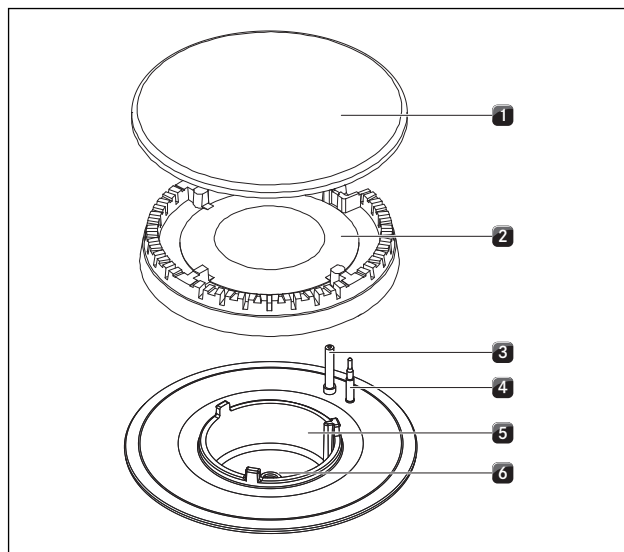

bild 4.46 Gasbrännare uppbyggnad
- Klistra fast de i leveransen bifogade typskyltarna för munstyckesetet på lämpligt ställe över typskyltarna för munstyckesetet på undersidan av spishällen (se bild 4.46) och på näst sista sidan i bruksanvisningen.